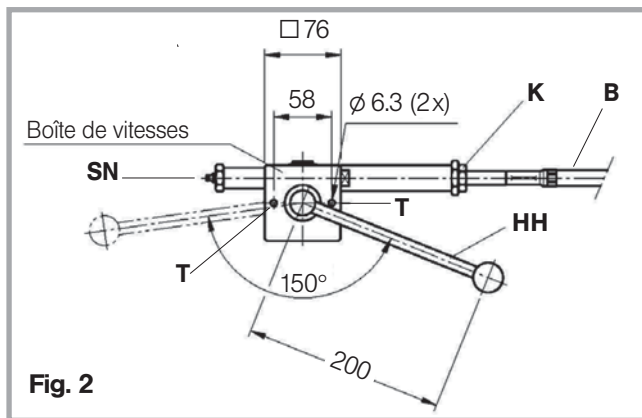

Fig. 2
- Fixez l'unité de commande au véhicule, à l'aide de deux vis M6 et d'écrous auto-serrants, dans les orifices prévus à cet effet (T) – voir gabarit des trous – en respectant l'espace libre minimal (voir figure 2).
- Dévissez le contre-écrou (**K**) (figure 2)